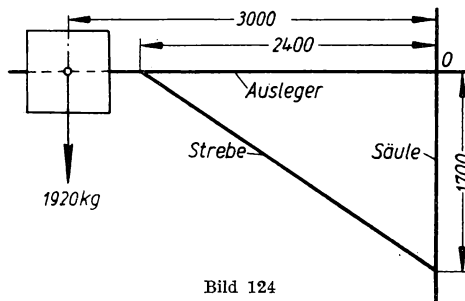

Bild 124
**259.** An dem waagerechten Ausleger eines Drehkrans ist ein 1920 kg schweres Gegengewicht in 3000 mm Ausladung nach Bild 124 angeordnet. Welche Druck-